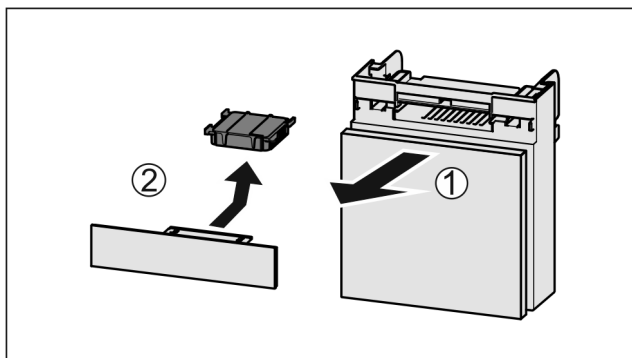

Fig. 82
- ▶ Издърпайте Fig. 82 (1) напред от отделениято.
- ▶ Извадете Fig. 82 (2) филтъра с активен въглен.